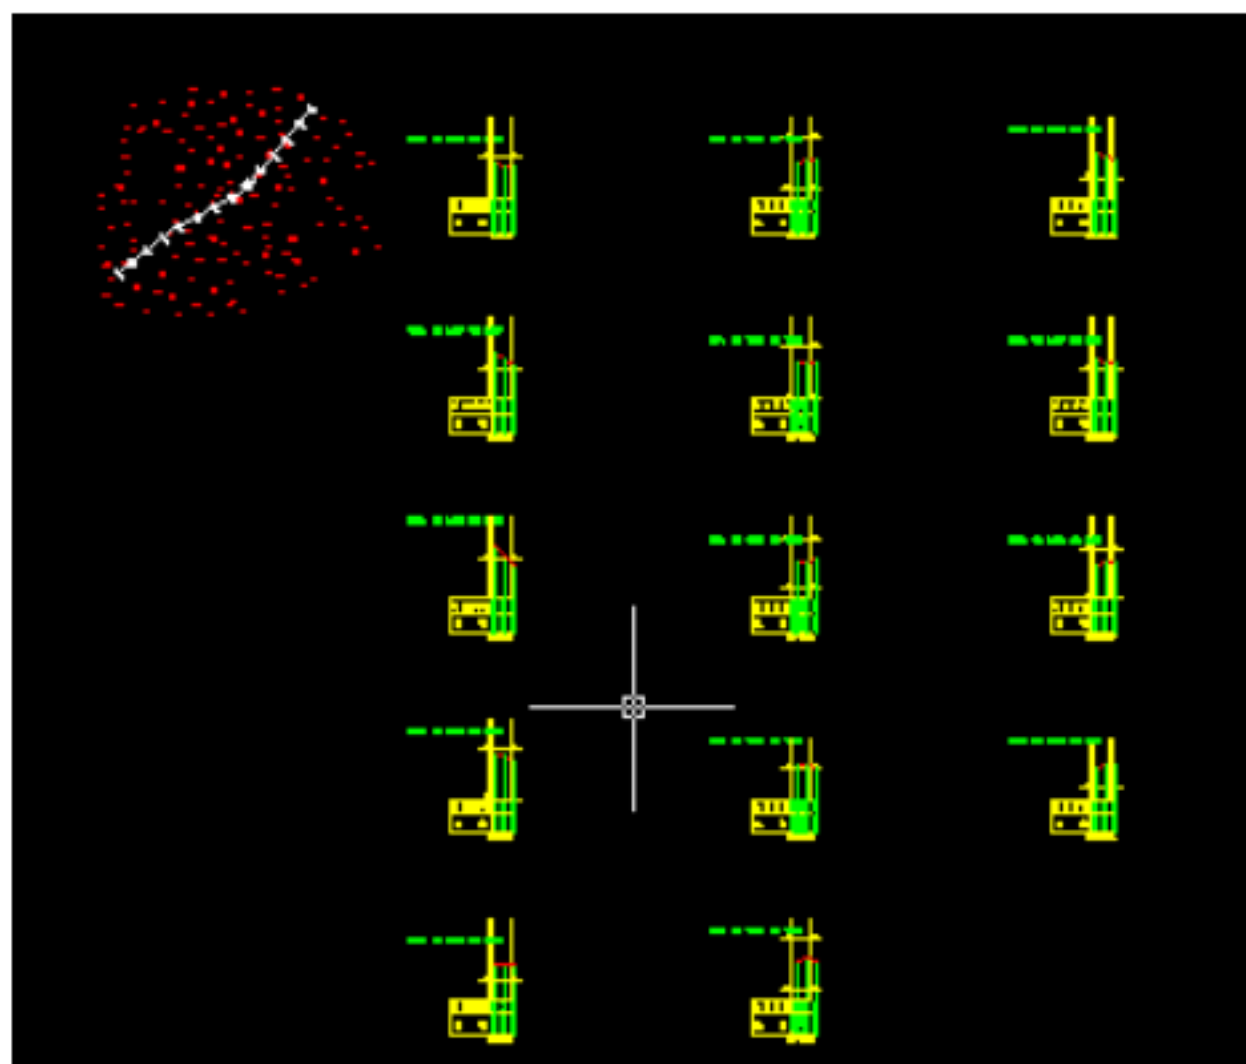

图 19 横断面图
4) 点击图 18 对话框中的“断面图位置”栏的 ，在图上选择横断面图摆放的位置，然后确定即可。生成的横断面图如下图 19